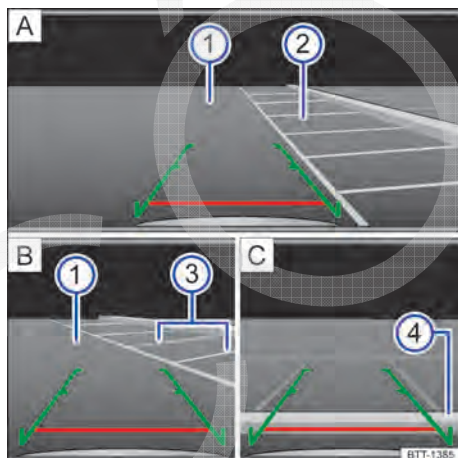

Fig. 110 Exibição do display do rádio ou do sistema de navegação: entrar na vaga de estacionamento com a câmera de marcha a ré (representação esquemática).
Legenda para exibição do display → Fig. 110:
2.	Posicionar o veículo na frente da vaga de estacionamento → Fig. 110 A ②.
4.	Conduzir para trás devagar e manobrar de modo que as guias verdes laterais conduzam entre as linhas de delimitação da vaga de estacionamento selecionada → Fig. 110 A ②. Observar a seguinte mensagem: Controlar a trajetória do veículo! → ⚠ em Introdução ao tema na página 132!
5.	Alinhar o veículo na vaga de estacionamento selecionada de modo que as guias verdes laterais fiquem em cima das linhas de limitação lateral → Fig. 110 B ③.
6.	Parar o veículo o mais tardar ao atingir a guia vermelha horizontal de limitação traseira, por exemplo, meio-fio → Fig. 110 C ④.